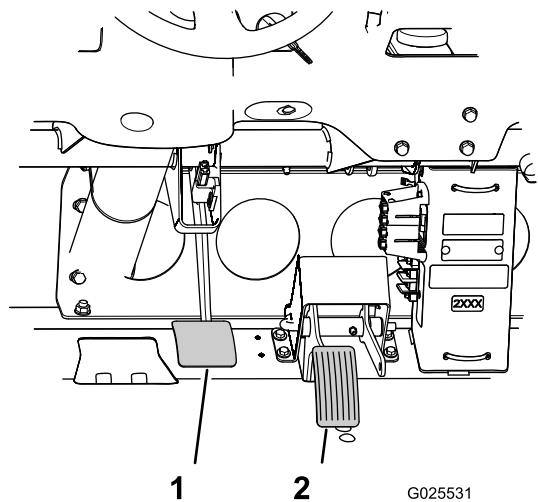

図 80
3. ブレーキペダル 図 80 を持ち上げてフレームに接触させる。